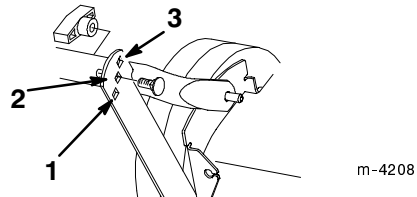

Figure 12
Le mancheron peut prendre trois positions, haute, moyenne ou basse (Fig. 12). Choisir la position la plus confortable pour l'utilisateur.
1. Retirer les boulons et boutons de fixation du bas du mancheron aux pattes de support (Fig. 12).
2. Fixer le mancheron aux pattes de support à l'aide des deux boutons et des deux boulons insérés par l'extérieur dans le trou correspondant à la hauteur de mancheron souhaitée (Fig. 12).